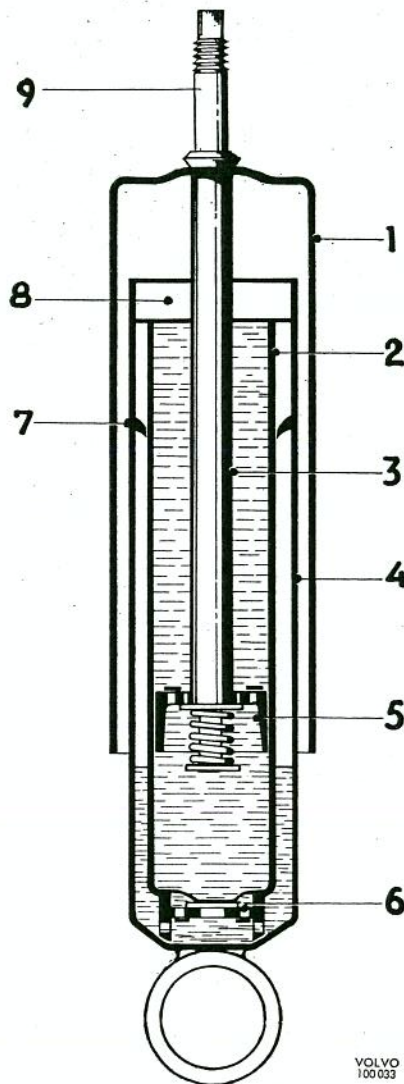

Bild 5. Stötdämpare.
Stötdämparnas konstruktion framgår av bild 5. Den yttersta cylindern (1) tjänar endast som skydd mot damm och smuts. De två övriga cylindrarna (2) och (4) är anordnade koncentriskt med den ena helt inskjuten i den andra. Den inre cylindern (2) är den egentliga arbetscylindern och är i sin nedre ände försedd med en ventil (6). Inuti den inre cylindern löper en kolv (5) försedd med kanaler, som regleras av ventiler (se bild 6). Kolven är fastsatt vid en kolvstång (3), vars motsatta ände är utformad för fastsättning vid karossen. I stötdämparens motsatta ände är en ögla fastsatt i cylindern (4). Mellanrummet mellan cylindrarna (2) och (4) tjänar som reservoar och är endast delvis fyllt med vätska. Den inre cylindern (2) är helt fylld med vätska på båda sidor om kolven (5). Locket (8) utgör tätning och styrning för kolvstången (3). Ringen (7) har till uppgift att förhindra skvalpning i vätskan.